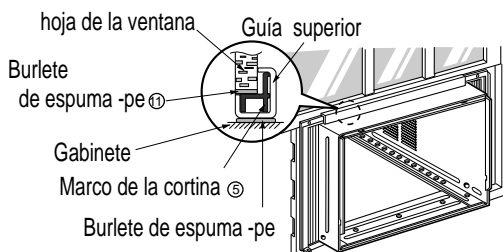

Fig. 2
2. Deslice la unidad desde el gabinete asiendo la manija de la base de la bandeja base mientras con la otra mano sostiene el gabinete. FIG.2
2. Tire la hoja inferior de la ventana detrás de la guía superior hasta que se encuentren. Fig. 2
**NOTA:** No tire hacia abajo la hoja de la ventana de un modo que impida el movimiento del marco de la cortina. ⑤